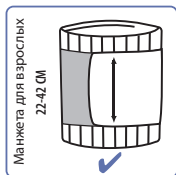

Рис. 5
6. Манжета подходит для использования, если концы стрелок находятся в пределах полосатого рисунка на другой стороне манжеты, когда манжета плотно прилегает к руке (рис. 5).